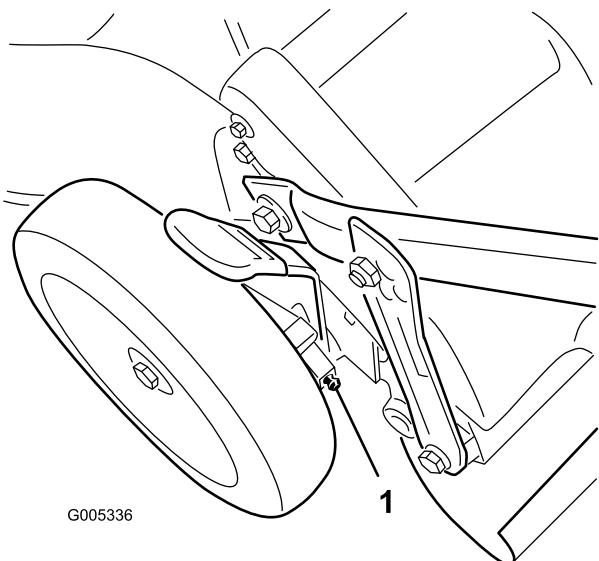

Figure 28
- Essuyez les graisseurs situés juste à l'intérieur des roues arrière avec un chiffon propre (Figure 28).